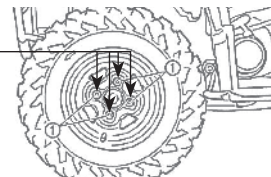

Рис. 87
3. Открутите гайки **1** **Рис. 87** крепления колеса.